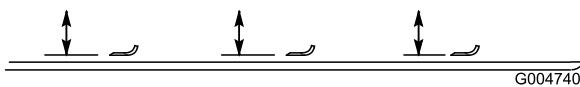

Figura 98
2. Gire la cuchilla hasta que los extremos estén orientados hacia adelante y hacia atrás (Figura 98). Mida desde el interior de la unidad de corte al filo de corte en la parte delantera de la cuchilla. Anote esta dimensión.